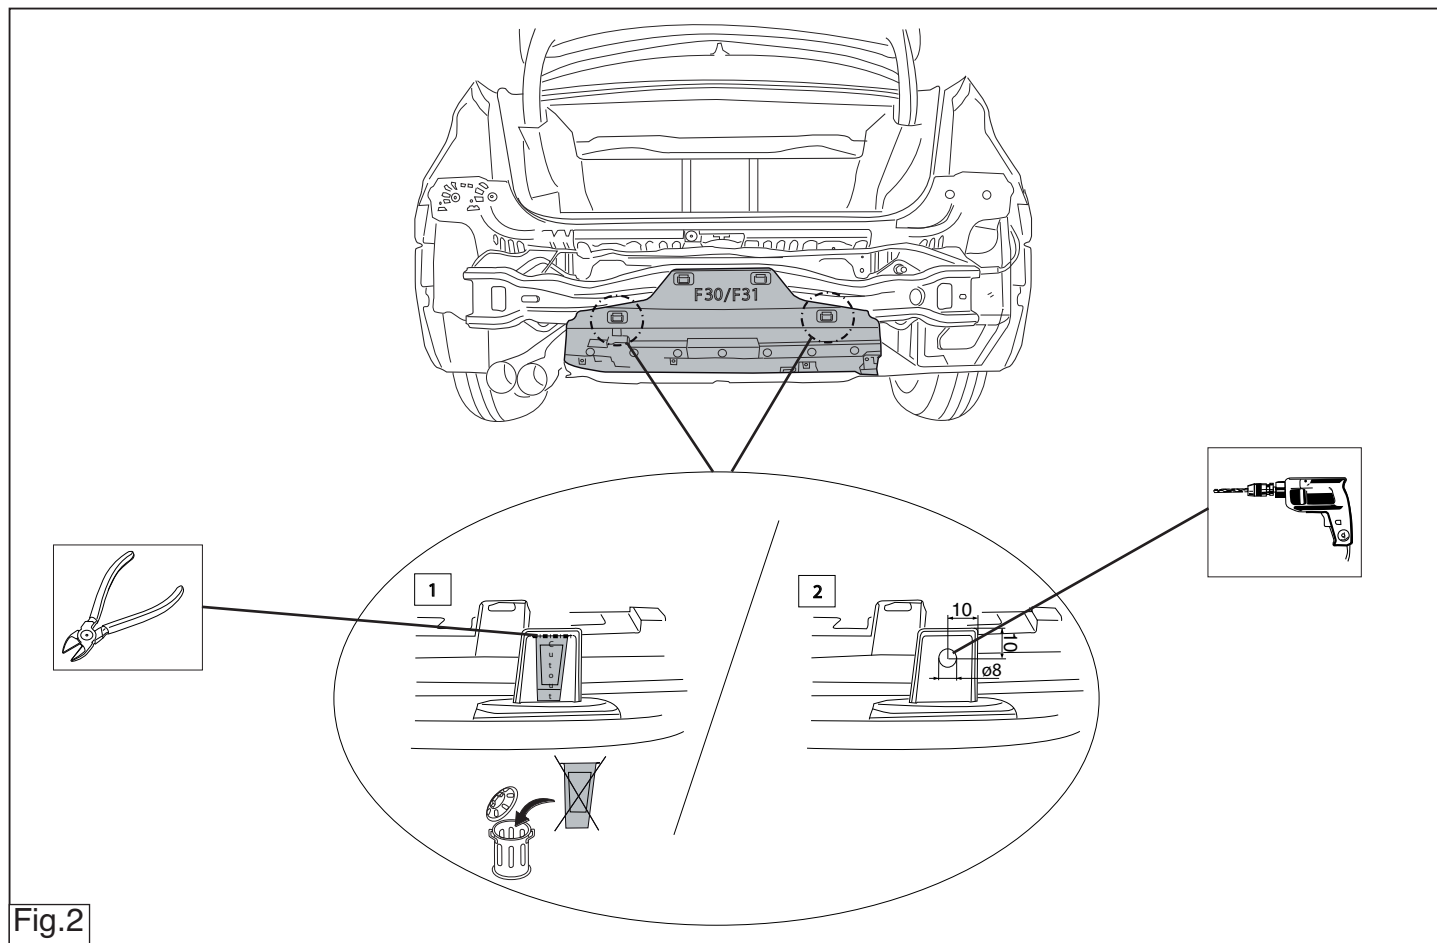

Fig.2
3. Просверлить в буферном бруске отверстия В Ø 8 мм, см. рис. 2.